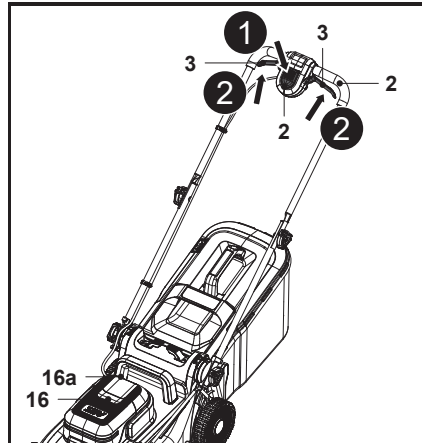

Fig. 17
1. Deschide capacul magnetic (15c) și capacul compartimentului pentru acumulator (15), apoi introdu complet acumulatorul (24).
2. Închide cu grijă capacul compartimentului pentru acumulator (15).
3. Stai în spatele mânerului de prindere (2).
4. Ținând apăsat comutatorul de siguranță (1), trage manetele de pornire (3) spre mânerul de prindere (2) și ține-le în poziție (fig. 17, pașii 1 și 2).
5. După ce mașina de tuns iarba pornește, eliberează comutatorul de siguranță (1).
6. Nivelul efectiv al acumulatorului va fi indicat pe afișajul acestuia (16a) de pe spatele capacului motorului (16).